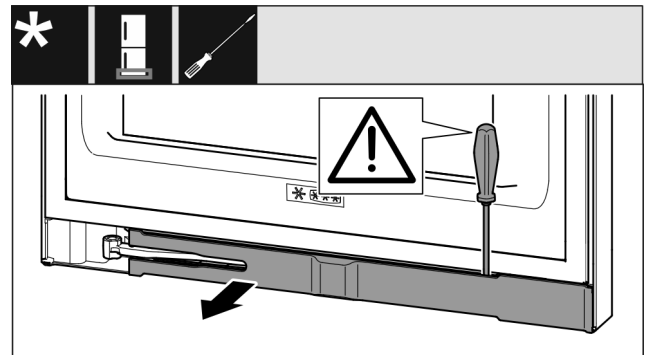

Fig. 13
- ▶ Desencajar el panel con el destornillador para tornillos de cabeza ranurada y girarlo lateralmente Fig. 13 ().